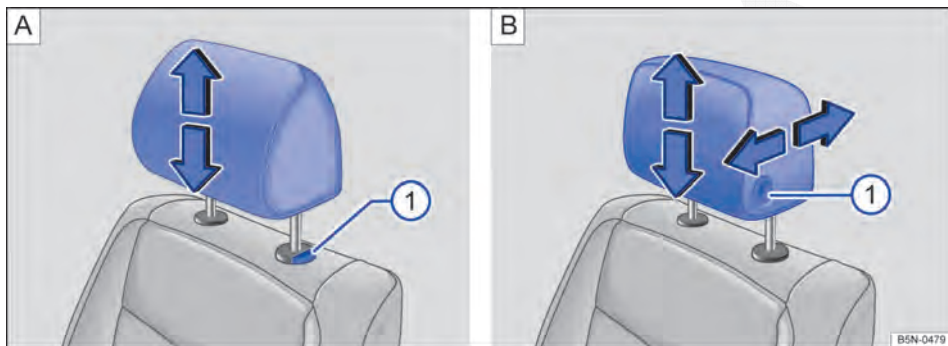
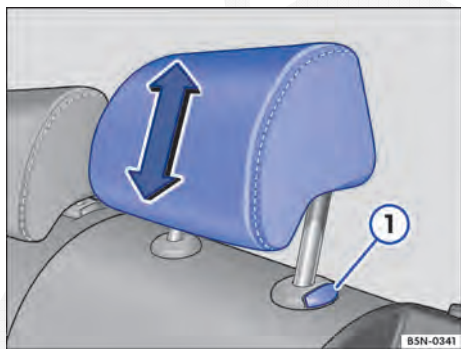

Fig. 49 Ajustar o apoio para cabeça dianteiro. **A** Sem possibilidade de ajuste na direção longitudinal, **B** com possibilidade de ajuste na direção longitudinal.
Fig. 50 Ajustar o apoio para cabeça traseiro.
- Empurrar o apoio para cabeça para cima no sentido da seta ou para baixo com o botão ⇒ Fig. 49 **1** **A** ou ⇒ Fig. 50 **1** pressionado ⇒ .
- Empurrar o apoio para cabeça para frente na direção da seta ou para trás com o botão ⇒ Fig. 49 **1** pressionado.